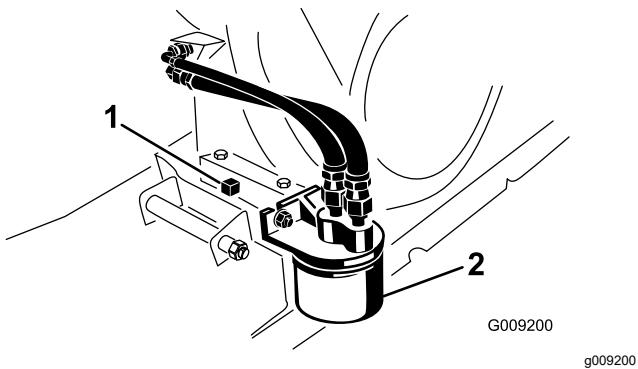

Figura 36
7. Coloque un recipiente debajo del tapón de vaciado (Figura 36).
8. Retire el tapón de vaciado y la junta (Figura 36).
2. Retire el filtro de aceite (Figura 36).
4. Enrosque el filtro nuevo sobre el adaptador del filtro hasta que la junta toque la placa de montaje y, a continuación, apriete el filtro  $\frac{1}{2}$ – $\frac{3}{4}$  de vuelta más (Figura 36).